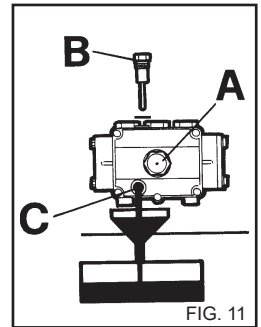

FIG. 11
2) Schrauben Sie den Deckel mit dem Ölmesstab ab (fig. 11).